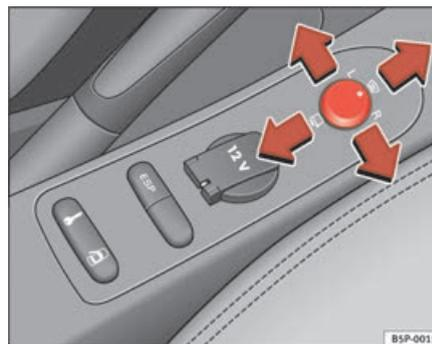

Fig. 91 Commande des rétroviseurs extérieurs ▶
1. Tournez le bouton rotatif ⇒ page 132, fig. 91 en position **L (rétroviseur extérieur gauche)**.
- Tournez la commande vers l'avant, en position centrale ⇒ page 132, fig. 91 , afin que les rétroviseurs thermiques se réchauffent et que la fonction de pare-brise chauffant\* au niveau de la zone de contact des balais soit activée ⇒ page 128.
- Tournez le bouton rotatif ⇒ page 132, fig. 91 en position  pour rabattre les rétroviseurs extérieurs. Pour éviter tout dégât, il est conseillé de toujours rabattre les rétroviseurs extérieurs lorsque vous passez dans une installation de lavage automatique.